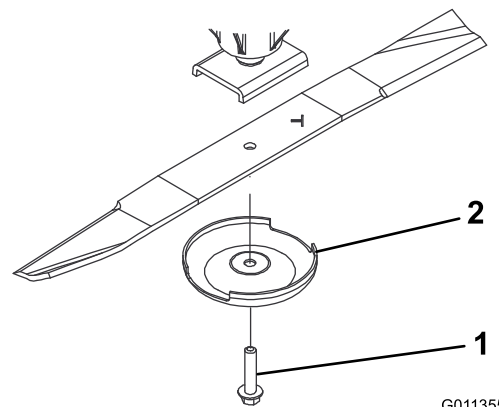

Bild 102
3. Entfernen Sie die Messerschraube, die Antiskalpierkuppe und das Messer von der Spindelwelle (**Bild 102**).